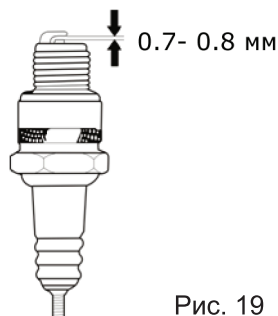

Рис. 19
5. Проверьте зазор между электродами свечи зажигания. Он должен составлять 0.7-0.8мм (рис. 19). При необходимости отрегулируйте зазор.